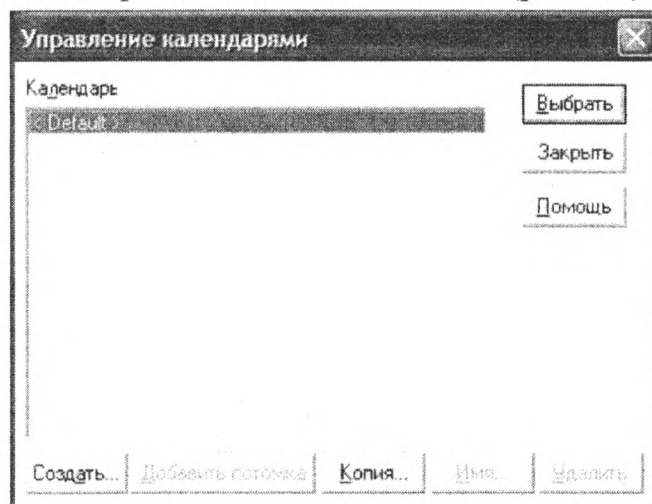
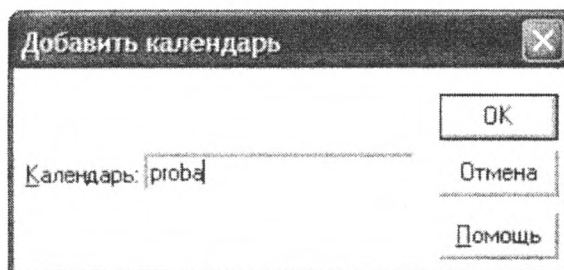

Рис. 15. Интерфейс окна *Управление календарями*
Рис. 16. Добавление календаря
2. В диалоговом окне (рис. 15) нажмите на кнопку **Создать** и введите имя файла календаря в появившемся меню (рис. 16).
3. В диалоговом окне **Управление календарями** выделите имя своего календаря и нажмите на кнопку **Выбрать** (см. рис. 15).